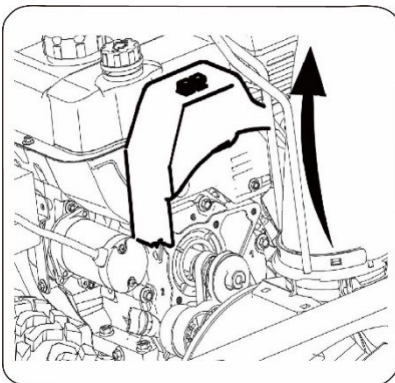

Abb.21
1. Entfernen Sie den Riemenschutz an der Vorderseite des Motors, indem Sie die beiden selbstschneidenden Schrauben entfernen. Siehe Abbildung 21. HINWEIS: Lassen Sie das Benzin aus der Schneefräse ab.